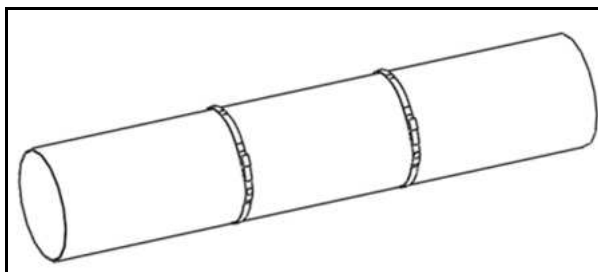

Рис. 10. Монтажные хомуты установлены на трубопровод
- b. Установите два монтажных хомута на трубопровод на расстоянии около 30 см (12 дюймов) друг от друга (см. рисунок 10 ниже).